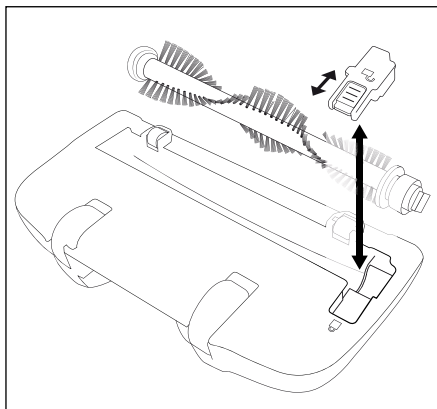

Fig. 4
- 2) Împingeți piedica de la placa de acoperire în direcția simbolului  și detașați placa de acoperire (fig. 4).
- 7) Așezați la loc placa de acoperire și fixați-o împingând piedica în direcția simbolului  (fig. 4).